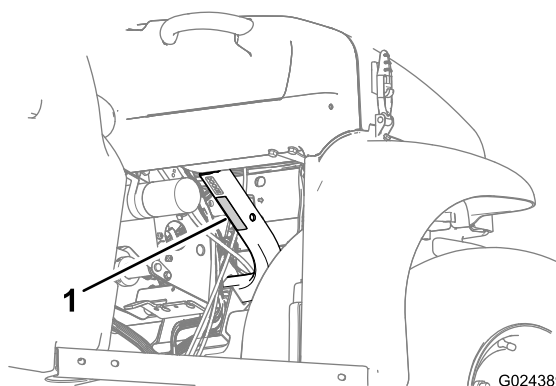

Figura 22
- Observe la capacidad de carga de la máquina y limite el peso de la carga transportada en la caja de carga, según se describe en Especificaciones (página 19) y en la etiqueta de peso bruto del vehículo de la máquina (Figura 22).